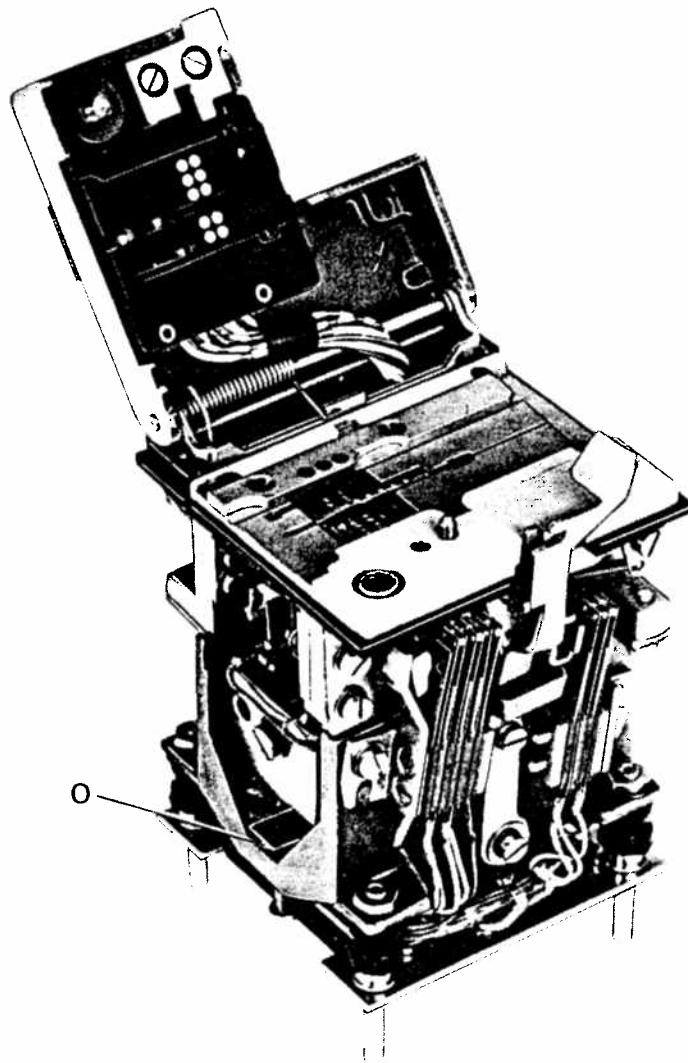

Bild 19.
- 4.12.2 Smörjning av läshuvud, bild 19, 20 och 21. Detta är utförligt dokumenterat i UF SAMBAND 270-000030 (TOMT 857-180).